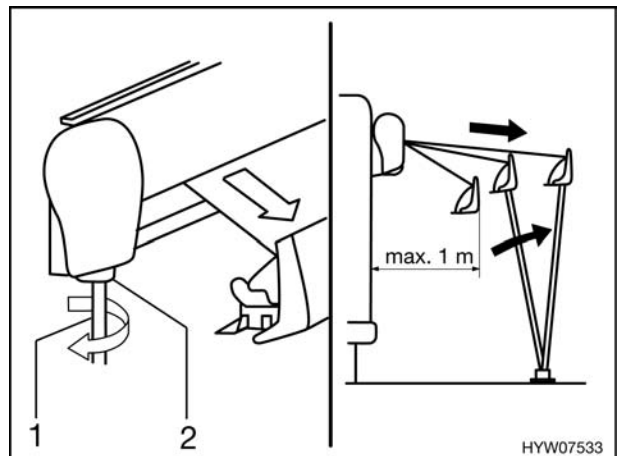

Fig. 39 Estrazione della tenda
- Inserire la manovella (Fig. 39,1) nel supporto a baionetta (Fig. 39,2) della tenda e girarla in senso antiorario.